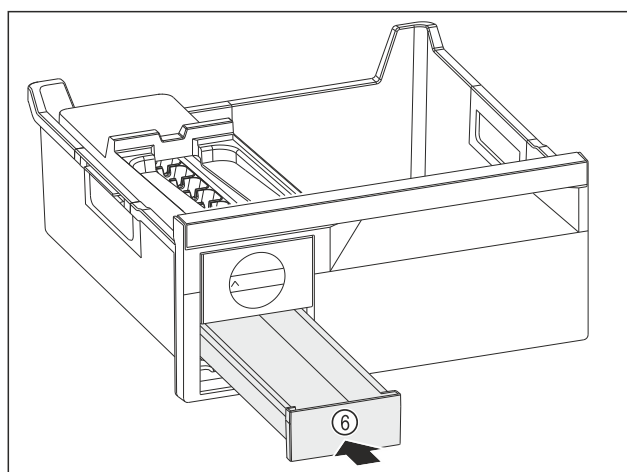

Fig. 150
- Skjut in iskublådan Fig. 150 (6).